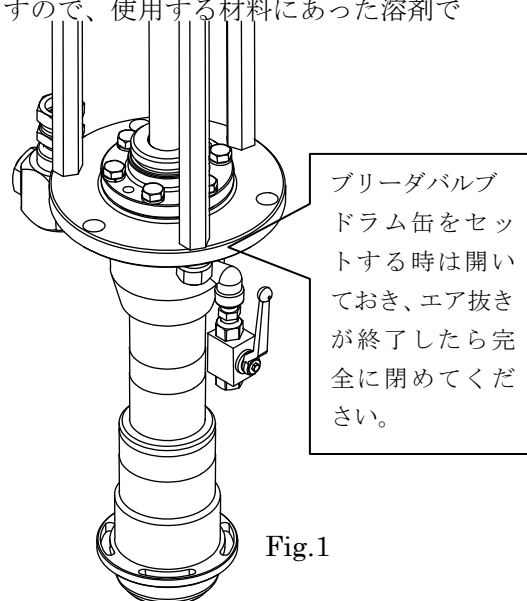

Fig.1
- 7-2. 作動中、ブリーダバルブより材料が出てきます。はじめはエアが混入していますので、エアが混入しない状態になるまでポンプを作動させ、正常な材料が出てきたらブリーダバルブのコックを閉めてください。（Fig.1）